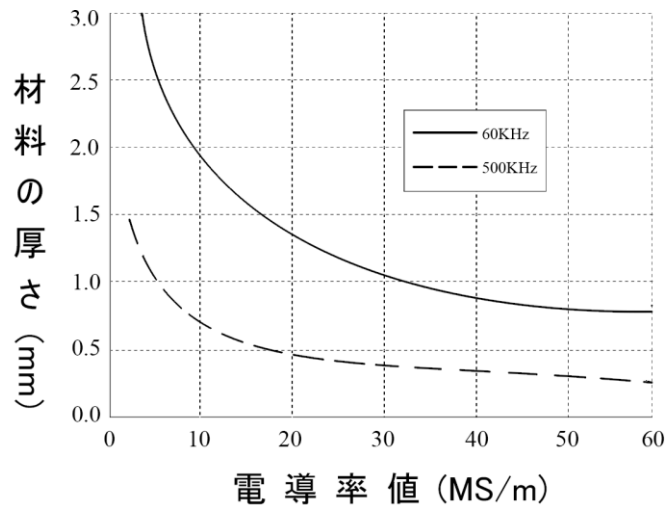

図 6.1
6.3.1 図 6.1 は材料の厚さと電導率値及び測定周波数間の依頼関係を表す、3 倍の標準浸透深さ ($3 \times \delta$) によって描かれた材料最小板厚の要求です。